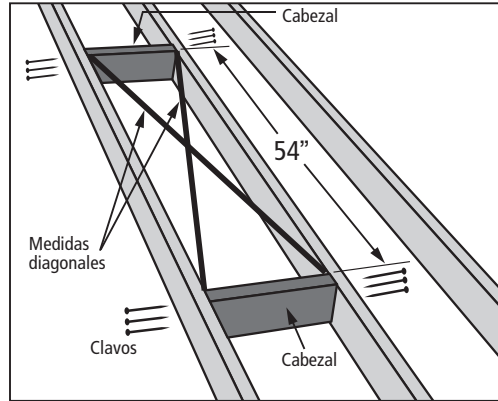

FIGURA 18
Haga la abertura en el techo del tamaño que se indica en la Tabla 1 asegurando que las dimensiones de las mediciones diagonales del marco son iguales como se ilustran en la Figura 18.
A. Para abertura sin necesidad de remover vigas del techo (Figura 18).
- Localizar los cabezales en la parte delantera y trasera de la abertura como se muestra en la Figura 18.
- Asegurelo usando (3) clavos de 16d (aprox. 3 ½” de largo) en cada extremo del cabezal.